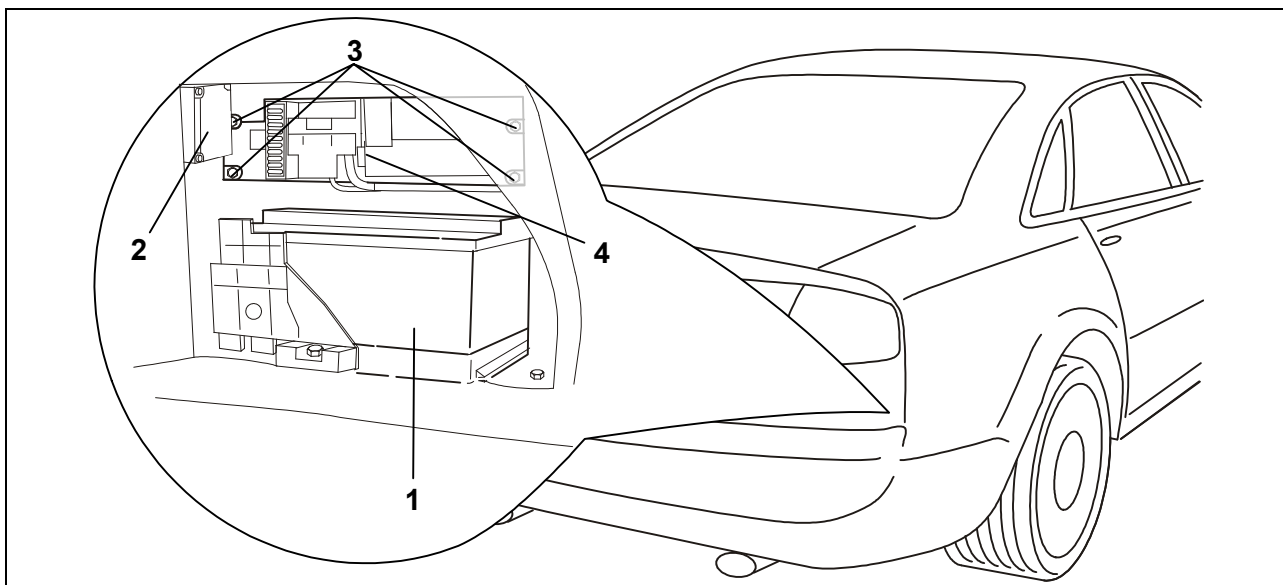

Fig. 1 : Batterie et support du dispositif
3. Desserrer et retirer les attaches et connexions de la batterie (Fig. 1/1). Retirer la batterie.
4. Desserrer les deux vis de fixation du système de gestion de la batterie (BEM) (Fig. 1/2). Avancer le système de gestion de la batterie.
5. Desserrer les quatre vis de fixation (Fig. 1/3) du support de l'appareil (Fig. 1/4) et l'avancer avec précaution vers l'avant.